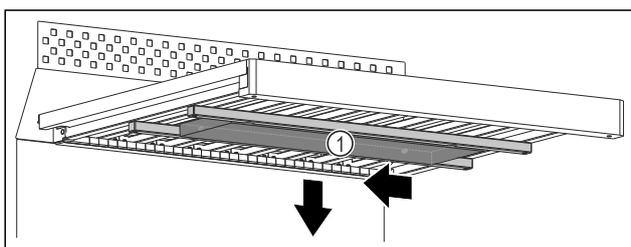

Fig. 99
- ▶ Сдвиньте водяной блок Fig. 99 (1) влево.
- ▶ Извлеките водяной блок Fig. 99 (1) по направлению вниз.